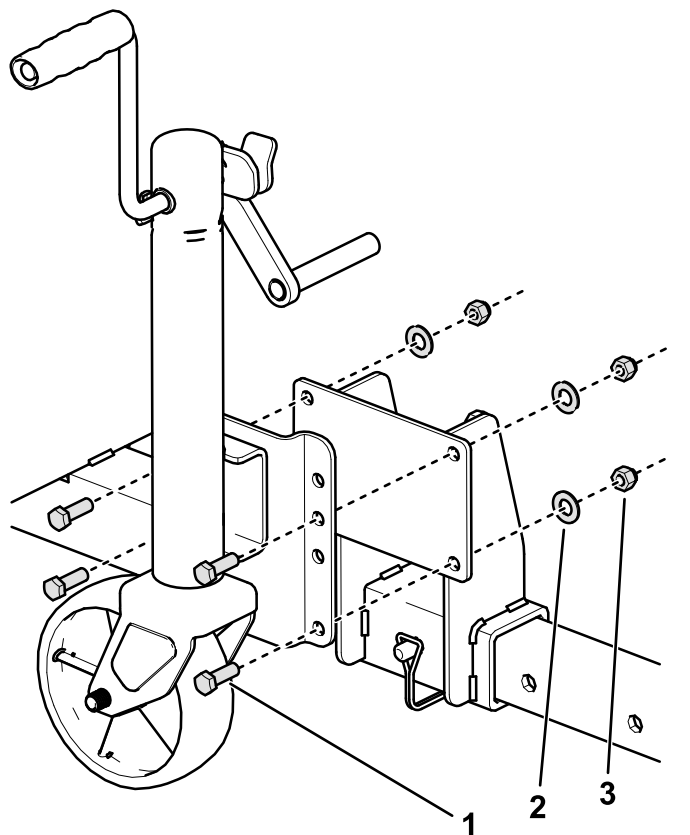

Figure 2
11. Installez le cric sur le support situé sur le tube du cadre de la remorque, comme montré à la Figure 2.